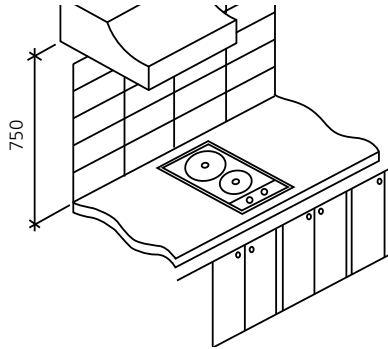

Fig. 7
- Para um móvel suspenso, considerar 750 mm como distância mínima em relação aos queimadores (fig. 7).